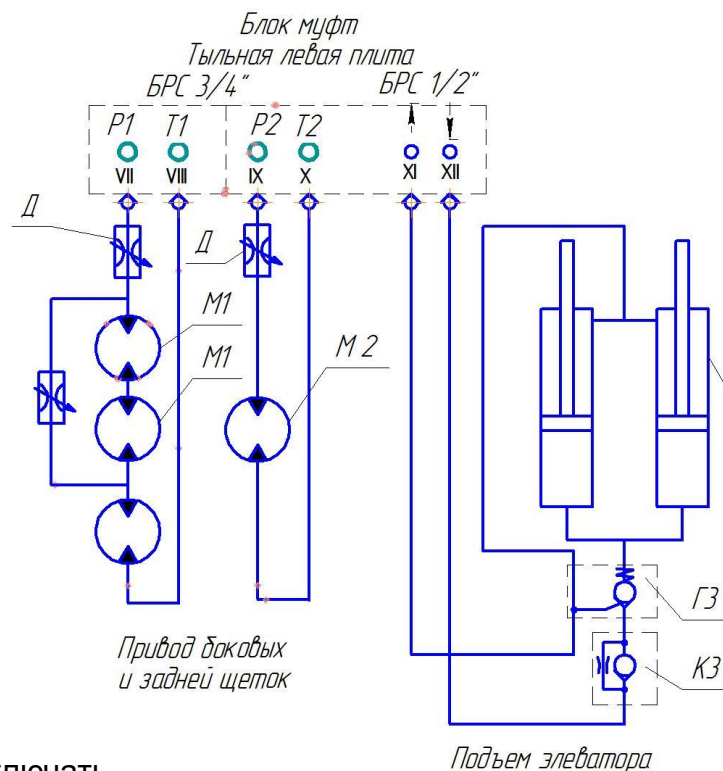

Рис.42. Схема гидравлическая.
5. Подключите гидравлические разъёмы (БРС) в соответствии со схемами Рис.42 и Рис.24. Проверьте правильность подключения БРС при помощи включения клавиш на панели управления Рис.8. (на работающем ДВС с включенной КОМ). Вращение щеток клавиша «СЦ», вращение элеватора «ЛО», подъём-опускание «Комбайн» Рис.9.